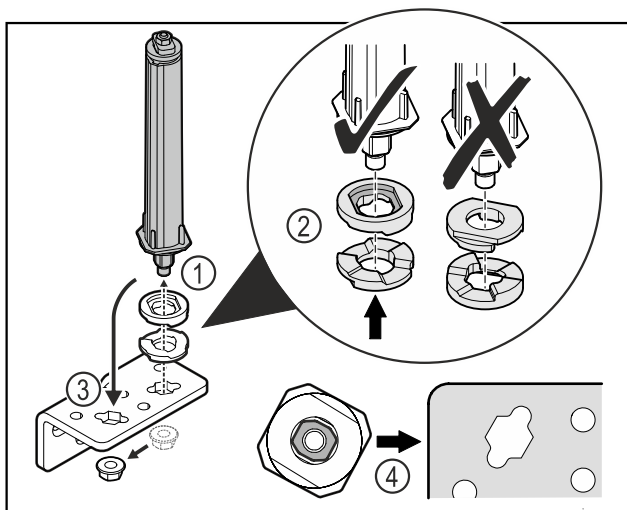

Fig. 27
- ▶ Odvijte matice in odstranite sistem za zaklepanje vrat Fig. 27 (1).
- ▶ Pazite na pravilno razporeditev podložk za nastavljanje višine Fig. 27 (2).
- ▶ Sistem za zaklepanje vrat prestavite v kotniku tečaja in ga fiksirajte z matico Fig. 27 (3).
- ▶ Pri vstavljanju pazite na pravilno naravnanoost sistema za zaklepanje vrat Fig. 27 (4).